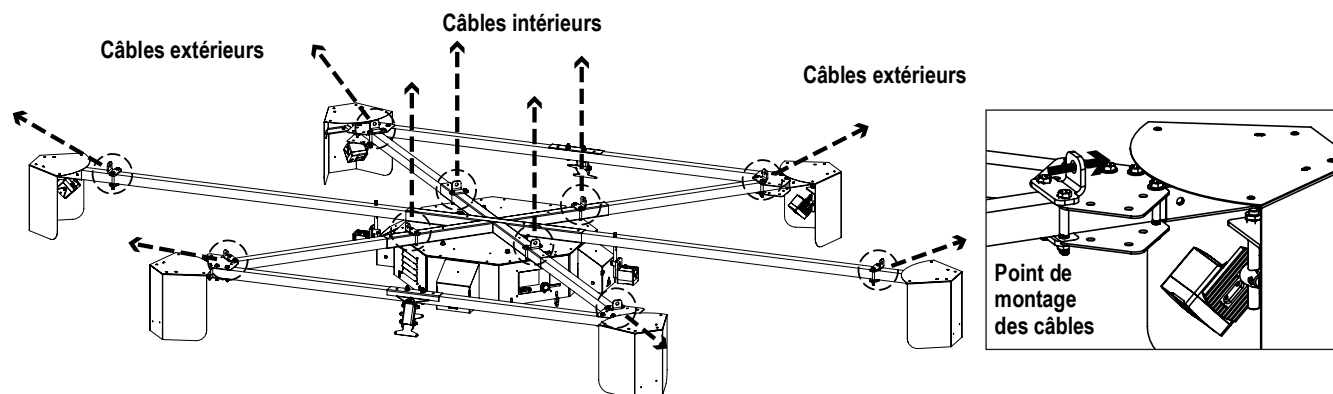

Figure 1. Points de montage iDimension
6. Fixer un tendeur (Réf. 169960) à chaque point de montage de câble intérieur du dimensionneur (Figure 1, page 2).